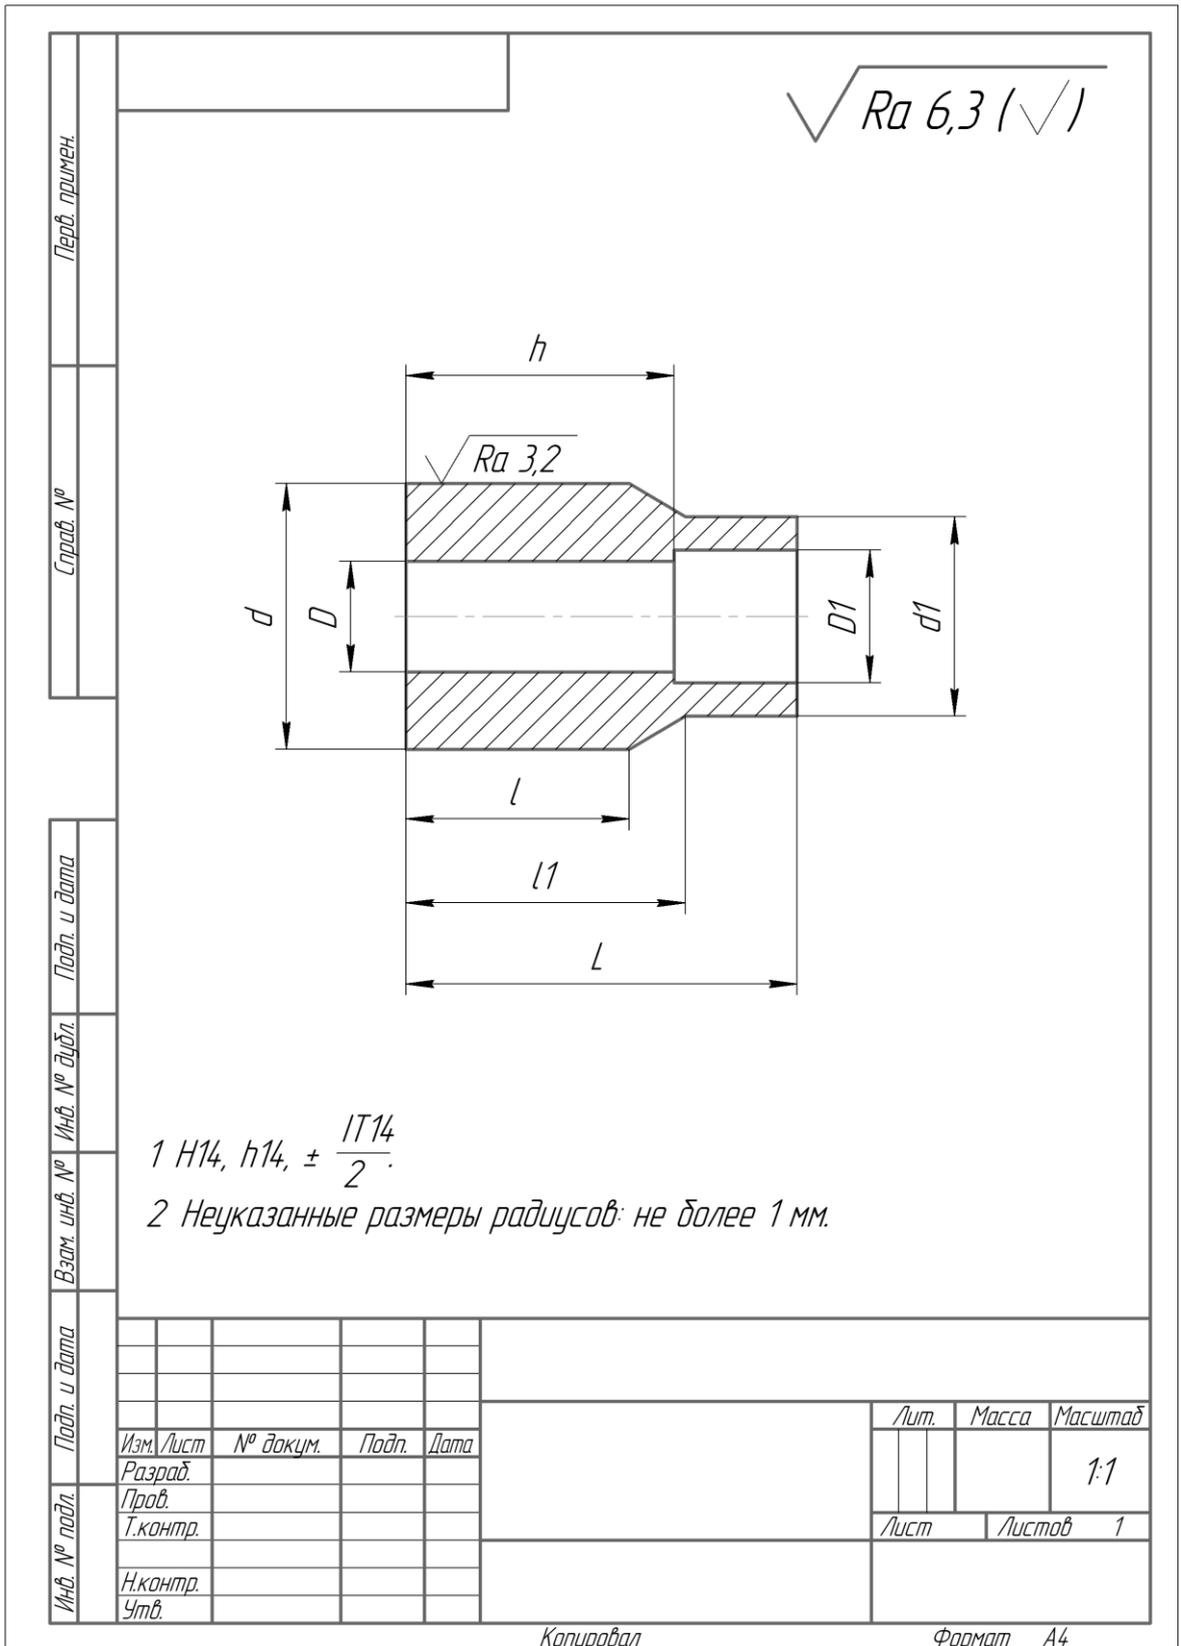

Рисунок 1 – Деталь для обработки
3. Выполнение технологических операций точения детали (рисунок 1) по вариантам (таблица 1).